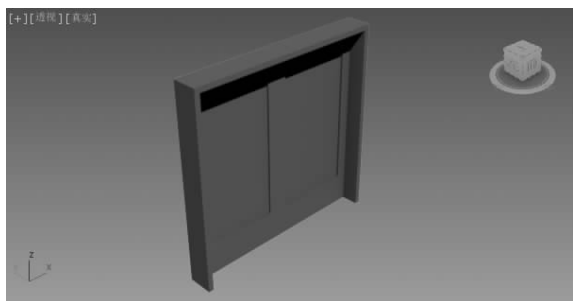

图 3.71 创建折叠门效果
(3) 将光标置于视图中合适的位置,拖动鼠标后在视图中出现折叠门的形状,如图 3.71 所示。